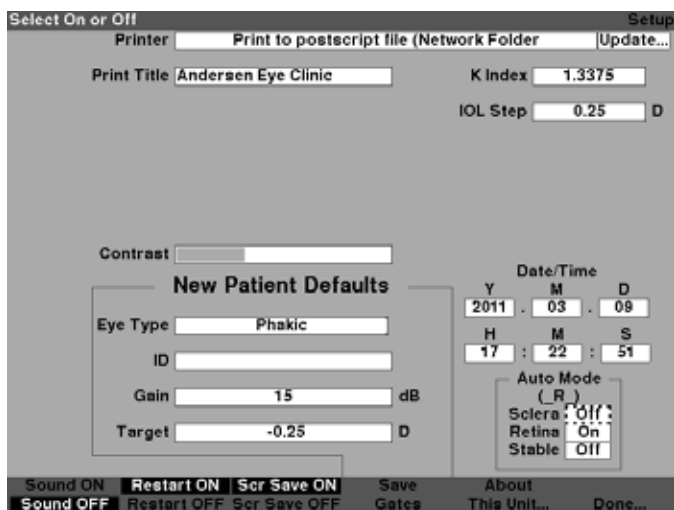

Figura 5-69 Campo Sclera (Esclerótica) del modo automático activado
- Presione el control giratorio o el botón \surd para activar el campo, indicado con un borde punteado, como se muestra en la Figura 5-69.